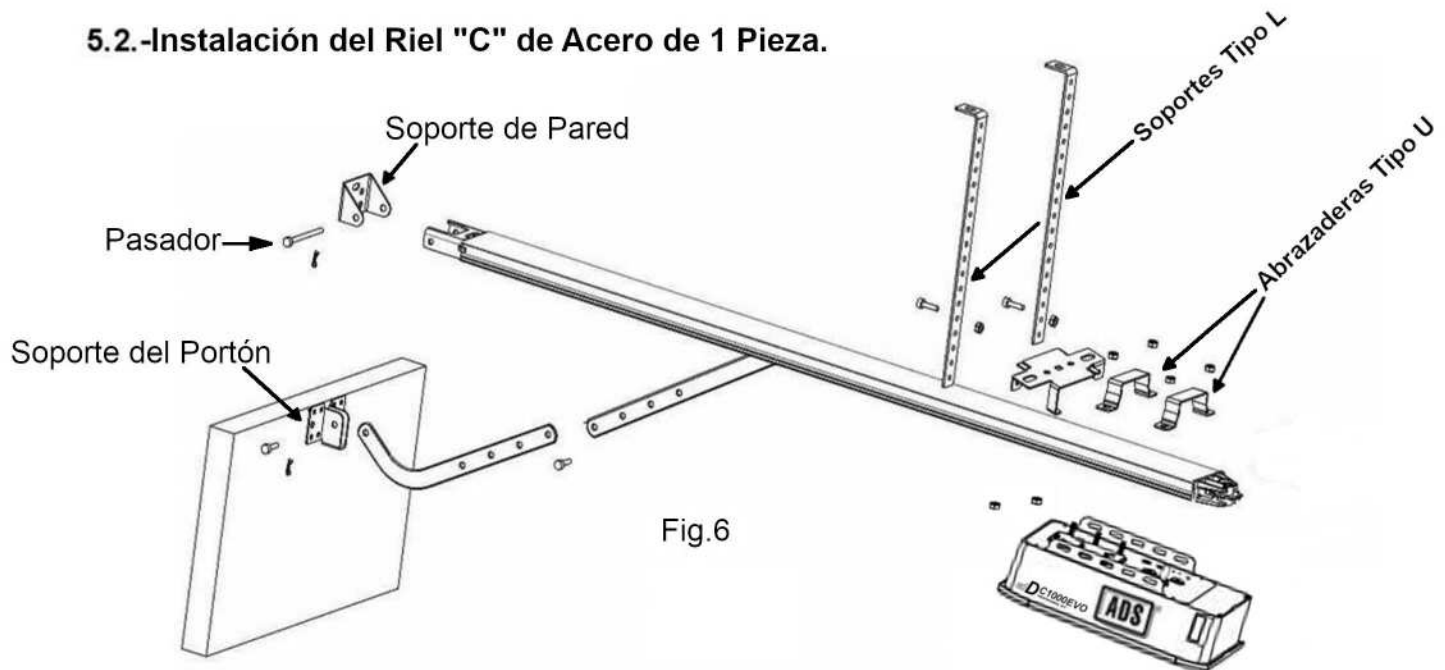
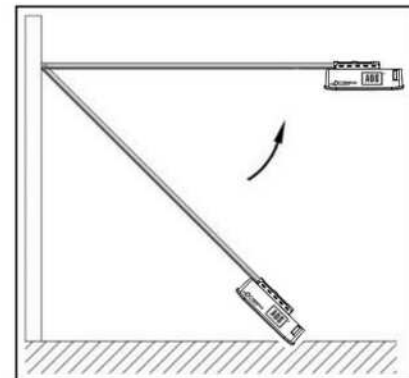

Fig.6
Fig.7
1. Una el Abrepuertas de Garage al Riel de Acero y Ensamble las 2 Abrazaderas tipo "U" con las Tuercas Suministradas M6. (Fig.6)
2. Coloque el Abrepuertas de Garage ensamblado con el Riel de Acero centrado sobre el Piso del Garage, con el Abrepuertas de Garage alejado del Portón. Levante la parte Delantera del Riel hasta el Soporte de la Pared (Fig.6) y Fijelo con el Pasador del Soporte de Pared (Fig.7).
3. Levante y Apoye el Abrepuertas de Garage con una Escalera, Alinee el Riel con la Línea Central marcada en el Portón, el Riel debe quedar a nivel (Fig.7). Fije el Abrepuertas de Garage y el Riel al Techo mediante los Soportes Tipo "L". (Fig.7)